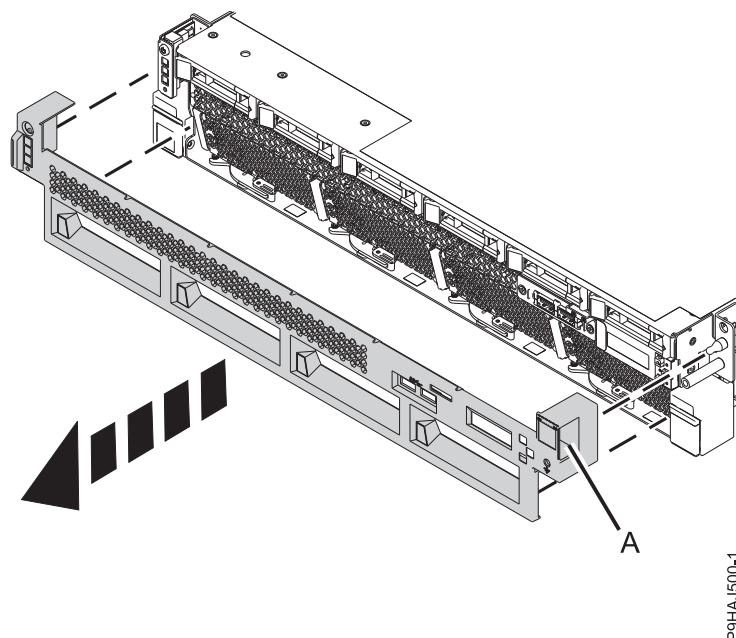

Figura 12. Extracció de les cobertes frontals
2. Traieu la coberta frontal fent-la sortir del sistema. La coberta té osques (A) on la podeu fer aguantar més fàcilment. Consulteu Figura 12.